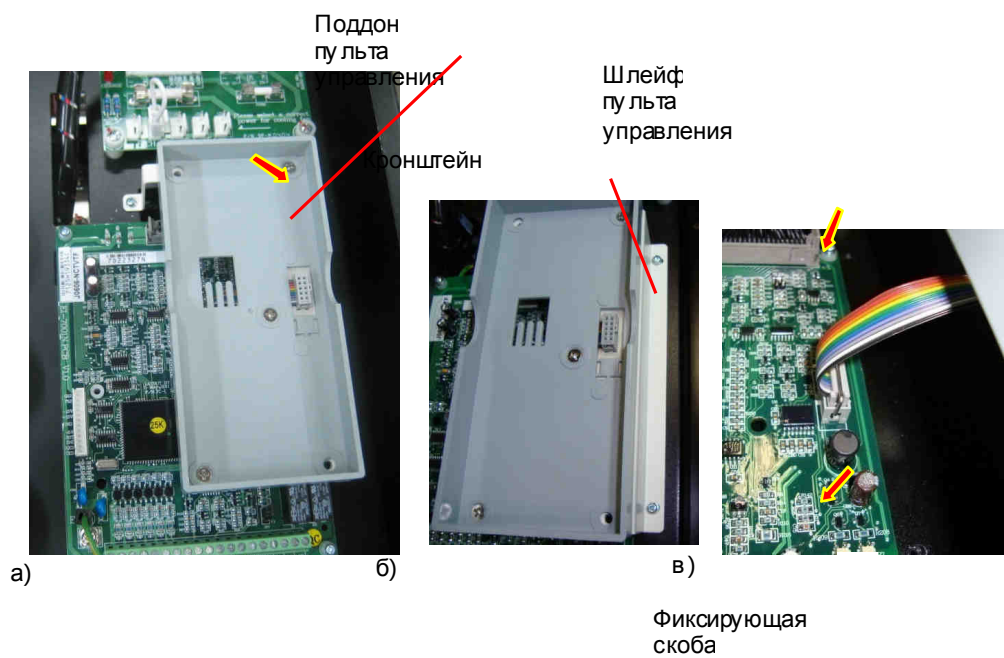

Рис. 6.3.
6.3.1. Выкрутить три винта крепления кронштейна поддона пульта управления (рис. 6.3а, б, красные стрелки), положить в интравит тару.
6.3.2. Отвести фиксирующую скобу (рис. 6.3в), отсоединить разъем шлейфа пульта управления от платы ЦП и демонтировать кронштейн с поддоном пульта управления. Положить кронштейн с поддоном пульта управления в тару.